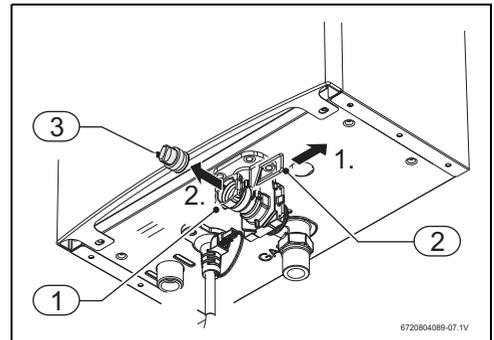

Fig. 10 Vis de purge
- ▶ Ne pas installer l'appareil dans des pièces où la température risque de descendre en dessous de zéro. En cas de risque de gel, arrêter et vidanger l'appareil (→ fig. 10).